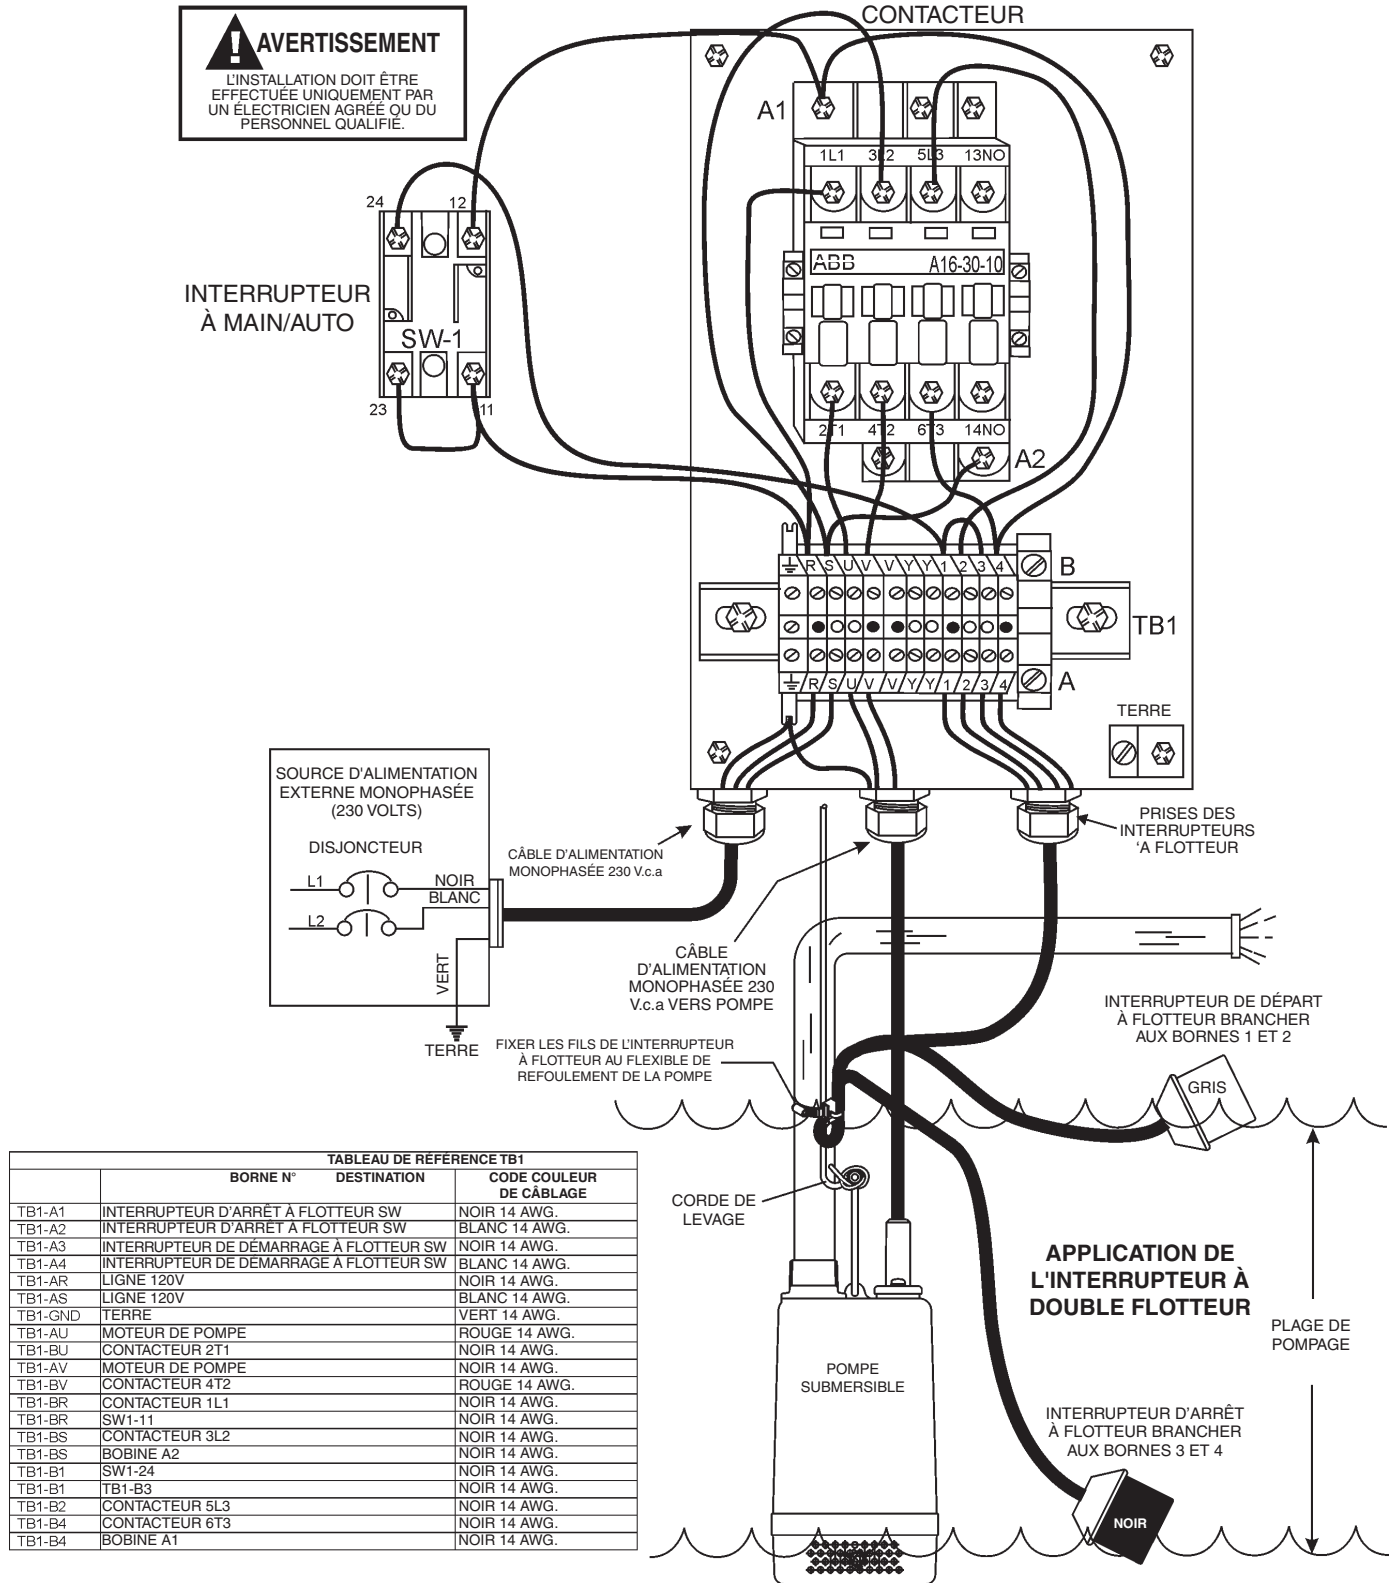

Figure 8. Schéma d'application du boîtier de commande CB6 et de l'interrupteur à double flotteur
1. Retirer le boîtier du connecteur d'entrée de l'interrupteur à flotteur, puis faire passer les fils de l'interrupteur à flotteur dans le presse-étoupe du boîtier de commande. Raccorder les fils de l'interrupteur à flotteur au bornier comme indiqué par Tableau 5, Figure 7 et Figure 8.